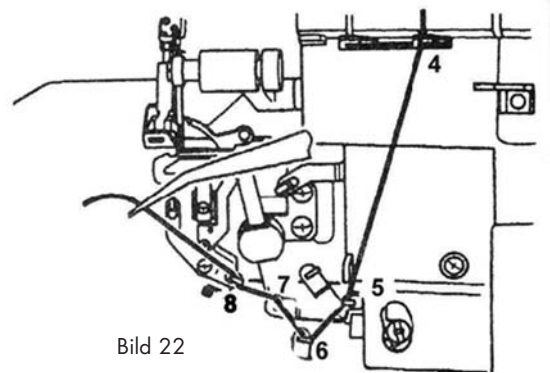

Bild 22
5. Trä tråden i griparutrymmet enligt de gula markeringarna (4 - 8) (bild 22).